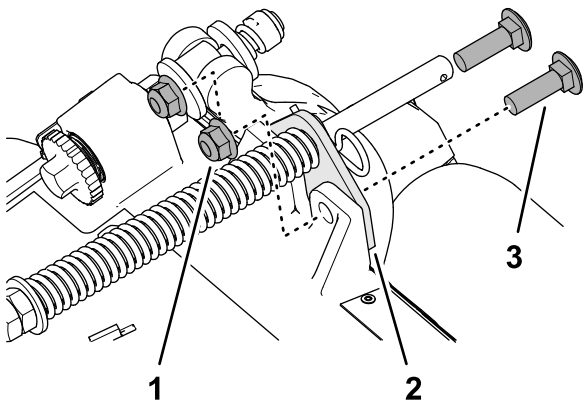

图 18
2. 拆下将草坪补偿支架固定到滚刀组架的 2 个凸缘锁紧螺母  $\frac{3}{8}$  英寸和 2 个托架螺栓  $\frac{3}{8} \times 1\frac{1}{4}$  英寸图 18。